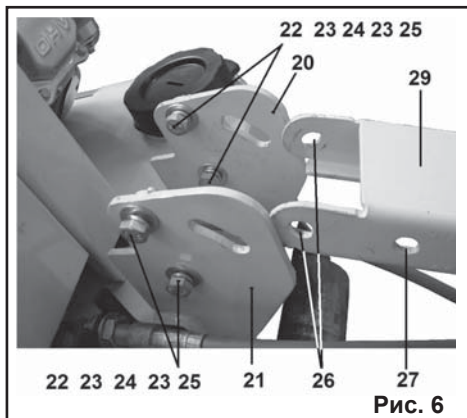

Рис. 6
7.1.1. На кронштейнах (20 и 21), расположенных около бака для воды (4), снимите детали крепления: болты (22), шайбы (23), шайбы пружинные (24), гайки (25) (Рис. 6).
7.1.2. Совместите отверстия (31) кронштейнов (20, 21) с отверстиями (26) кронштейна рукоятки управления (29), а отверстия (27) кронштейна (29) - с пазовыми отверстиями (32) кронштейнов (20, 21) (Рис. 6,7).